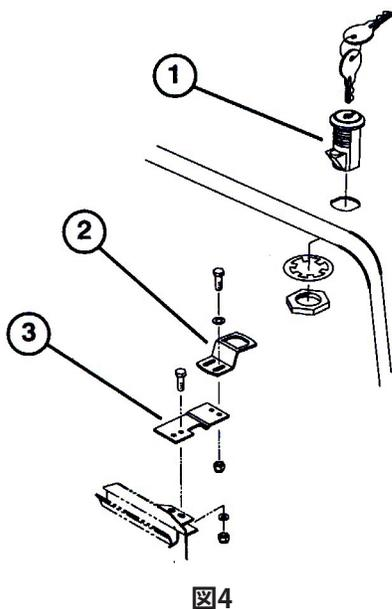

図4
3. 錠を取り付ける (ロックワッシャ、ナットを使用する)。錠のラッチがマシン側に向くように取り付ける。(図4)
4. ラジエターのサポートにラッチ用ブラケットを仮止めする (1/4 × 3/4 in キャップスクリュー、平ワッシャ、ロックナットを使用する; 図4)
6. キーを回してスムーズに施錠解錠できることを確認する。キーを抜き取り、なくさないように保管する (図4)。